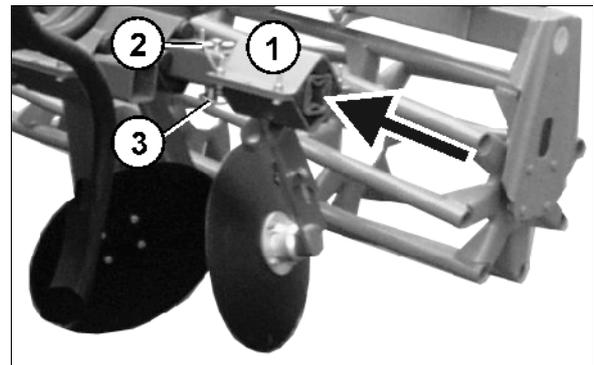

Fig. 35
- Introducir completamente ambos discos de borde (Fig. 35/1) y fijarlos mediante pernos de seguridad (Fig. 35/2) y pasadores clavija (Fig. 35/3).